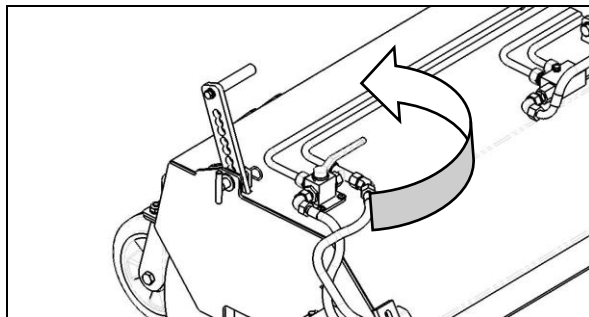

Fig. 4.9
- Absperrhahn zum Hydraulikmotor des Seitenkehrbesens (Fig. 4.9) schließen.